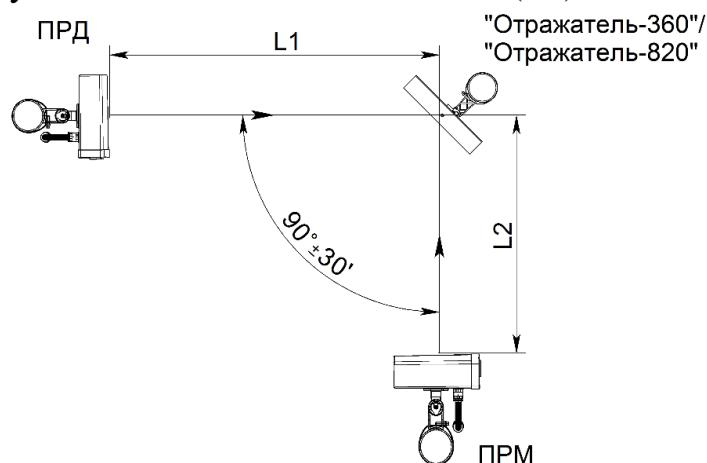

Рисунок 2.13 – Установка извещателей с применением отражателя «Отражатель-360» («Отражатель-820»)
2.3.8.2 При работе извещателей с «Отражателем-360» (см. рисунок 2.13) суммарная длина зоны обнаружения L_1+L_2 (где L_1 – расстояние между блоком ПРД и отражателем, L_2 – расстояние между отражателем и блоком ПРМ) не должна превышать: